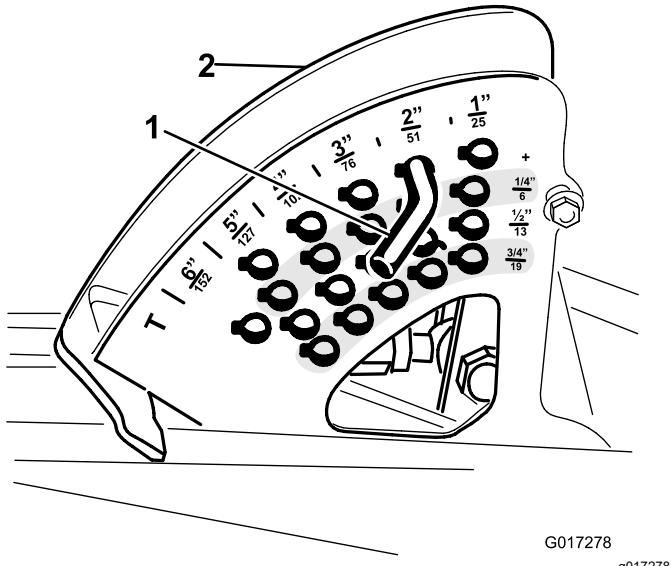

Bild 5
3. Merken Sie sich für die Montage die Position des Schnitthöhenstifts in der Schnitthöhenhalterung (**Bild 5**). Nehmen Sie den Schnitthöhenstift aus der Schnitthöhenhalterung.
6. Stecken Sie den Schnitthöhenstift an der gewünschten Schnitthöhe in die Schnitthöhenhalterung (Bild 5).